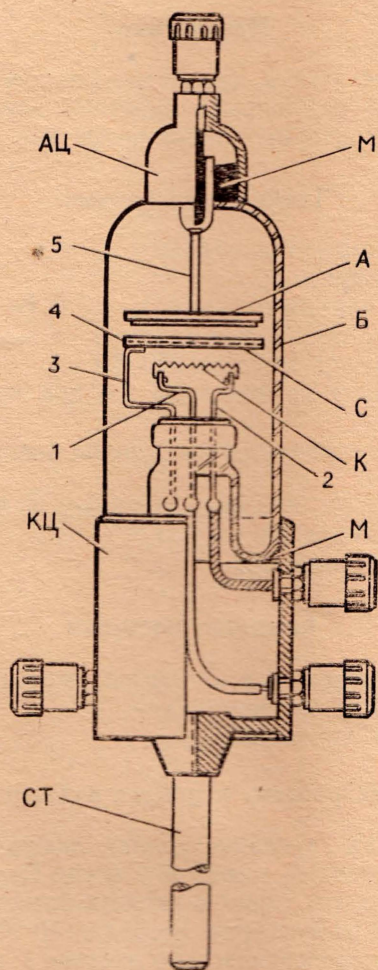

Рис. 1.
1. Устройство электронного триода. Изобразив на доске разрез триода или используя рисунок 1 данного руководства, следует прежде всего ознакомить учащихся с его общим устройством, объяснить назначение электродов и их взаимное расположение. Целесообразно рассказ об устройстве триода сопровождать проецированием лампы на экран.